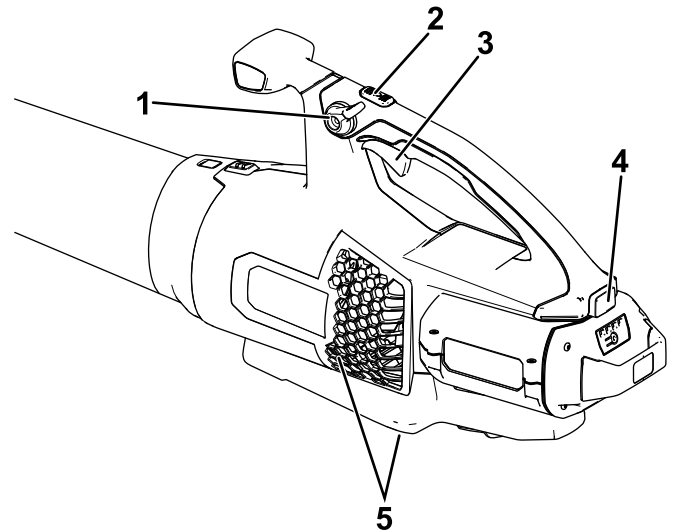

Bild 4
4. Drücken Sie den Auslöser für variable Geschwindigkeit, um den Laubbläser anzulassen (Bild 4).
Hinweis: Aktivieren Sie die Geschwindigkeitssperre, damit die Maschine läuft, ohne dass Sie den Auslöser für die variable Geschwindigkeit drücken müssen (Bild 4).
Um maximale Leistung (Luftgeschwindigkeit) zu erreichen, drücken Sie den Auslöser für variable Geschwindigkeit vollständig herunter und halten Sie dann die Turbotaste für die gewünschte Dauer gedrückt (Bild 4).
Stellen Sie mit dem Auslöser für die variable Gebläsestärke die Luftgeschwindigkeit ein (Bild 4).
Aktivieren Sie die Geschwindigkeitssperre, um die aktuelle Gebläsestärke beizubehalten (Bild 4).
Deaktivieren Sie die Geschwindigkeitssperre (falls verwendet) und lassen Sie den Auslöser für die variable Geschwindigkeit los, um den Laubbläser abzustellen (Bild 4).